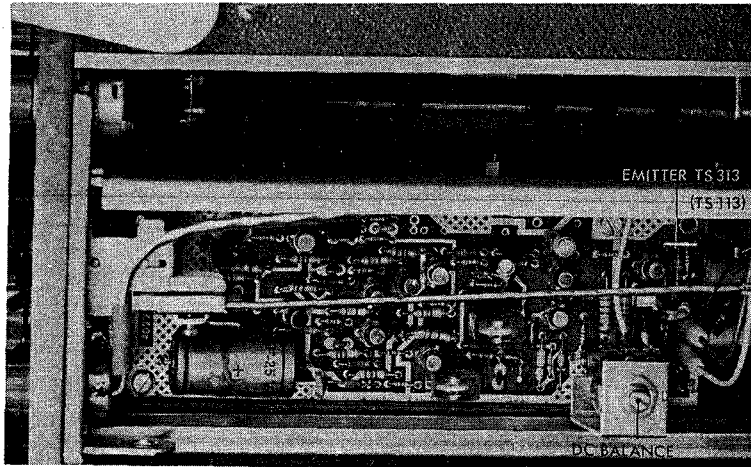

Abb. 3.2.2. Lage des Transistors TS313 (TS113) im Vorverstärker
- Die Spannungen an den Emittern von TS313 (TS113) (Abb. 3.2.2.) mit einem Digital-Multimeter messen. Diese Spannungen müssen  $0\text{ V} \pm 1,0\text{ mV}$  betragen.